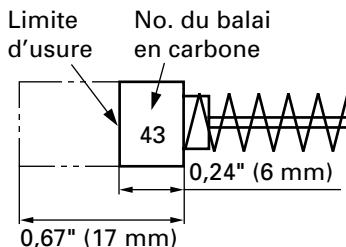

Fig. 28
## 4. Contrôle des balais en carbone (Fig. 28)
**REMARQUE:** Utiliser le balai en carbone HITACHI No. 43 indiqué sur la Fig. 28.